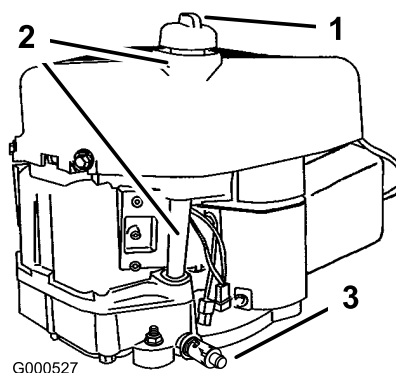

Figura 24
2. Limpie alrededor de la varilla de nivel de aceite (Figura 24) para impedir que caiga suciedad por el orificio de llenado y cause daños en el motor.
10. Limpie alrededor de la varilla de aceite y desenrosque el tapón (Figura 24).
11. Vierta lentamente un 80% aproximadamente de la cantidad especificada de aceite por el tubo de llenado (Figura 24).